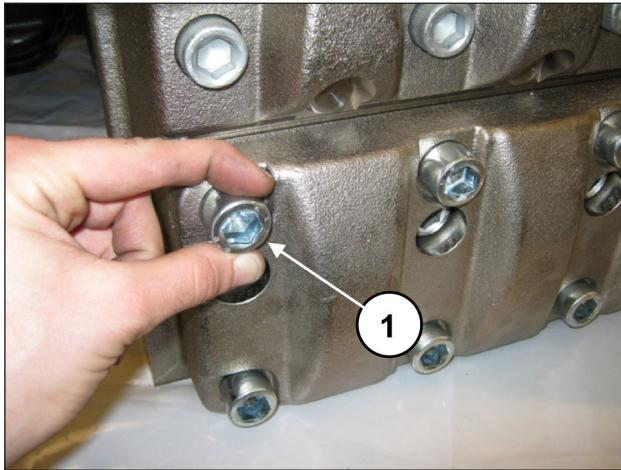
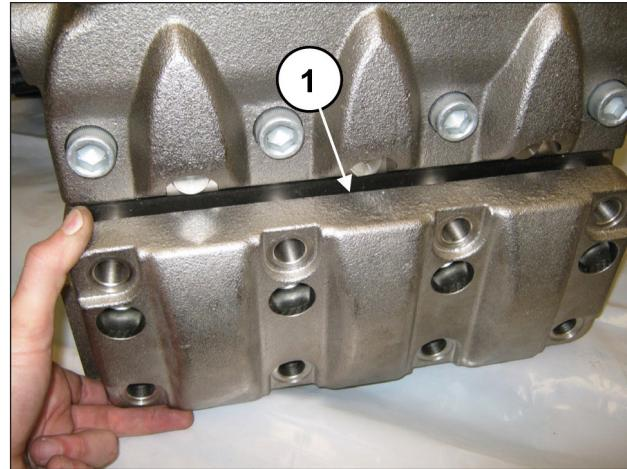

Fig. 138
Fig. 139
Desaperte os 8 parafusos M16x45 da tampa das válvulas de aspiração (pos. ①, Fig. 138) e retire a tampa (pos. ①, Fig. 139).